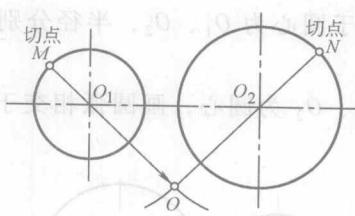

图 1-14 两圆弧间圆弧内接步骤三
3) 连接  $O O_1$  并延长，交于已知圆于  $M$ ；连接  $O O_2$  并延长，交于已知圆于  $N$ ， $M$ 、 $N$  即为切点，如图 1-14 所示。